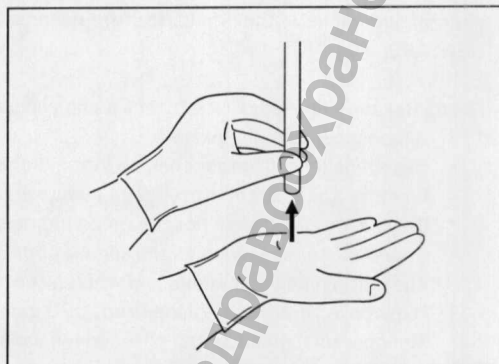

Рисунок 4.1
- 1 Проверьте работу автоматической диафрагмы эндоскопа. Для этого поднесите кончик эндоскопа на расстояние 1 см от ладони и отодвиньте его на расстояние приблизительно 5 см от ладони. Посмотрите на изображение на мониторе, чтобы убедиться, что яркость одинакова для обоих расстояний. Поднимите дистальный конец эндоскопа к источнику комнатного освещения, свет, излучаемый с дистального конца эндоскопа должен значительно уменьшиться (в зависимости уровня внешнего освещения в помещении). Приблизьте дистальный конец эндоскопа к ладони и убедитесь, что свет излучается с дистального конца эндоскопа. (см. рисунок 4.1.)